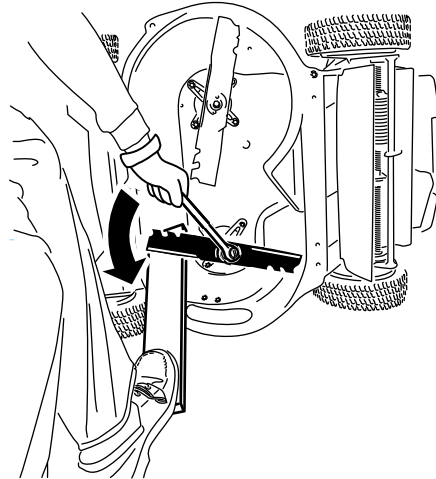

Figura 40
1. Usate un blocco di legno per tenere ferma la lama e ruotatela in senso antiorario come mostrato in (Figura 40).